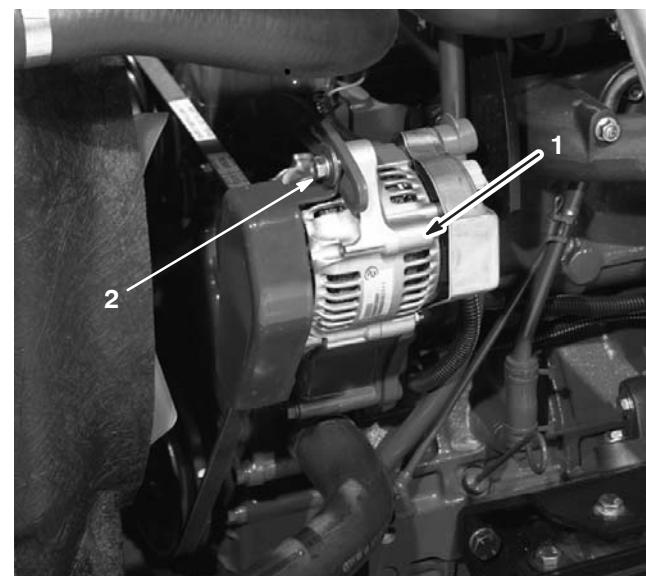

Bild 54
Prüfen Sie den Zustand und die Spannung der Treibriemen (Bild 54) alle 100 Betriebsstunden.
2. Lockern Sie bei einer Durchbiegung von weniger als 10 mm die Befestigungsschrauben der Lichtmaschine (Bild 54). Erhöhen oder reduzieren Sie die Spannung des Lichtmaschinen-Treibriemens und ziehen Sie die Schrauben wieder fest. Prüfen Sie die Riemenspannung noch einmal auf korrekte Einstellung.